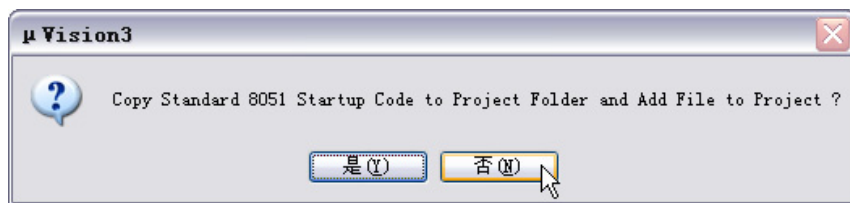

图 4.3
5) 接下来弹出一个如图 4.3 所示的对话框。该对话框提示你是否要把标准 8051 的启动代码添加到项目中去。Keil C51 既支持 C 语言编程也支持汇编语言编程。如果打算用汇编语言写程序，则应当选择“(N)”。如果打算用 C 语言写程序，一般也选择“(N)”，但是，如果用到了某些增强功能需要初始化配置时，则可以选择“是(Y)”。在这里，我们选择“(N)”，即不添加启动代码。